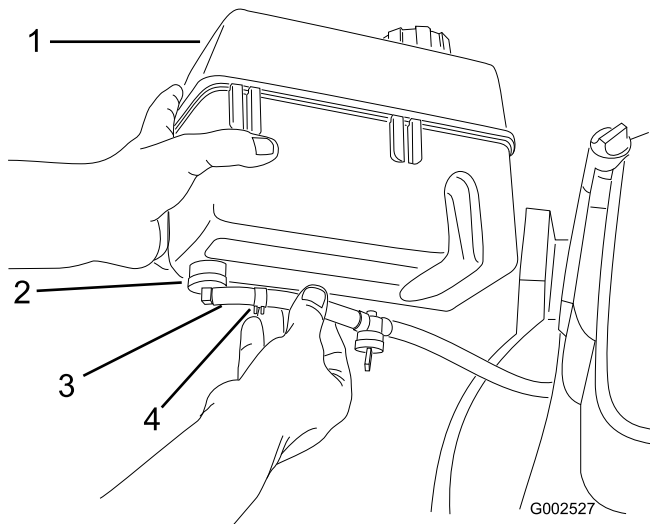

Figura 4
1. Deslice el extremo del tubo de combustible sobre el codo (Figura 4).